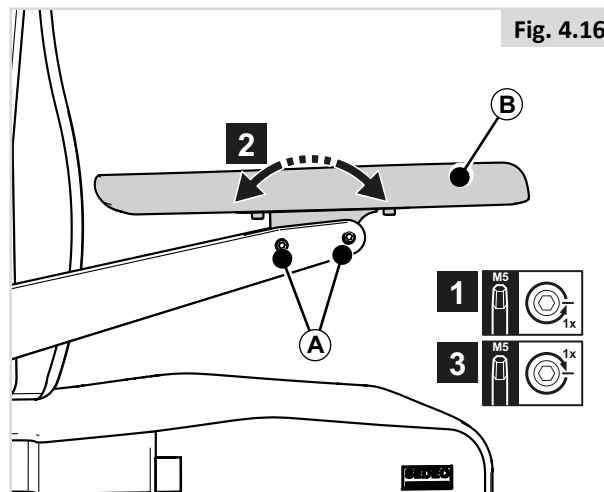

Fig. 4.16
PARTE 2 (Fig. 4.16)
Para alcanzar el tornillo trasero en las alturas más bajas del reposabrazos, afloje los tornillos (A) de la Fig. 4.16 y ajuste el ángulo del almohadillado.